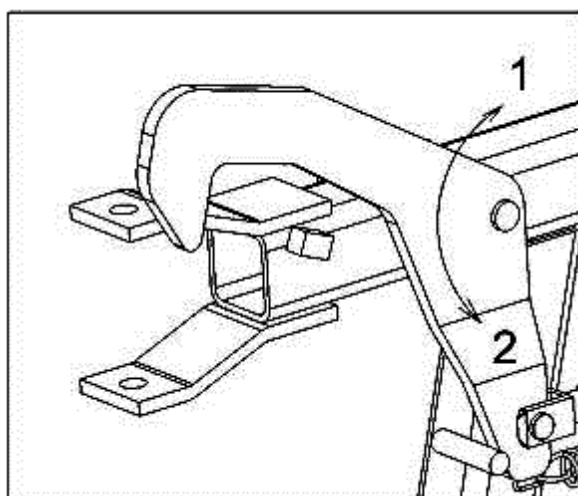

Рисунок 9.
- Открыть предохранительные крюки (рис. 9), при помощи гидравлического распределителя простого действия (положение 1).
- Закрывать предохранительные крюки (рис. 9), при помощи гидравлического распределителя простого действия (положение 2).
- Закрыть предохранительные крюки (рис. 9), при помощи гидравлического распределителя простого действия (положение 2).